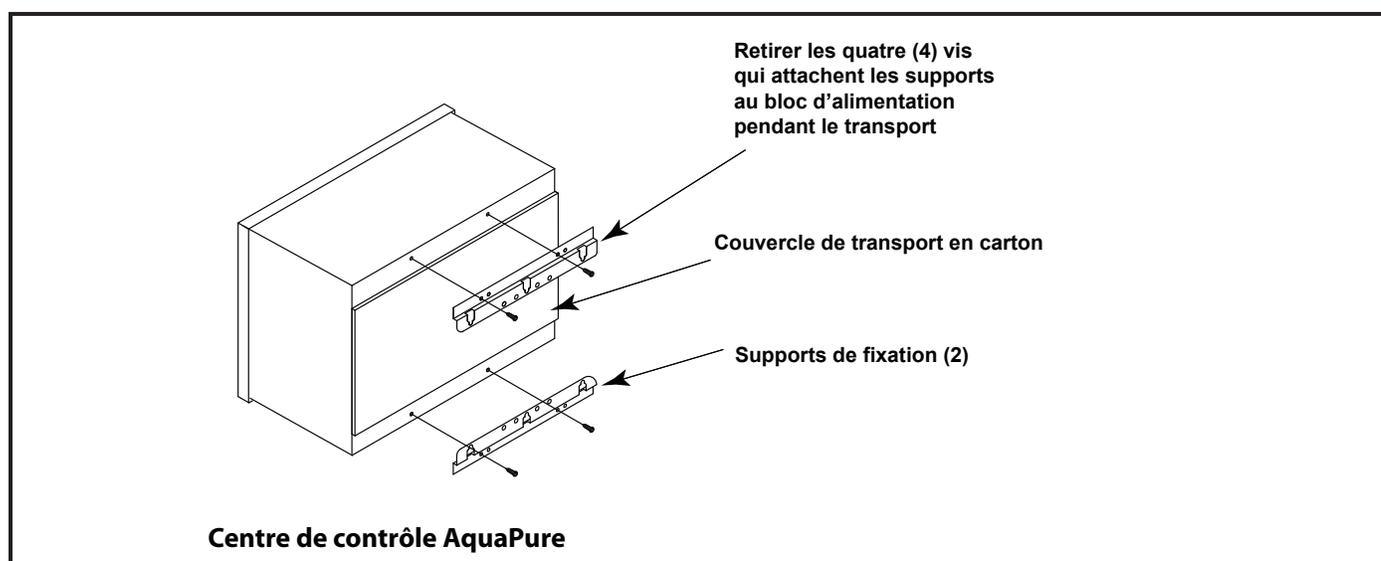

Figure 6. Retirer les supports de fixation du centre de commande de l'emballage
2. Le centre de contrôle est expédié avec deux (2) supports de fixation pleine-longueur robustes, *attachés* en arrière du centre d'alimentation pendant le transport. Retirer les quatre (4) vis qui retiennent les deux (2) supports et le couvercle de transport en carton (Voir Figure 6). Enlever et jeter le carton.